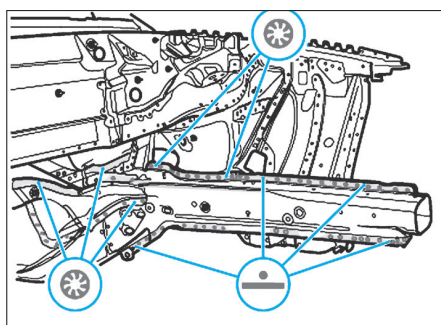

FIG. 8
- Souder le longeron, soudure bouchon sous protection gazeuse (Fig.8).